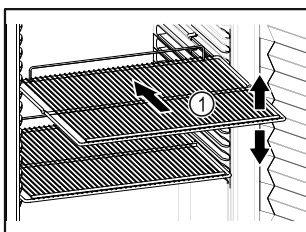

Fig. 56 Eksempelfremstilling
- ❑ Hvis oppbevaringshyllene Fig. 56 (1) kan flyttes, juster etter høyden.